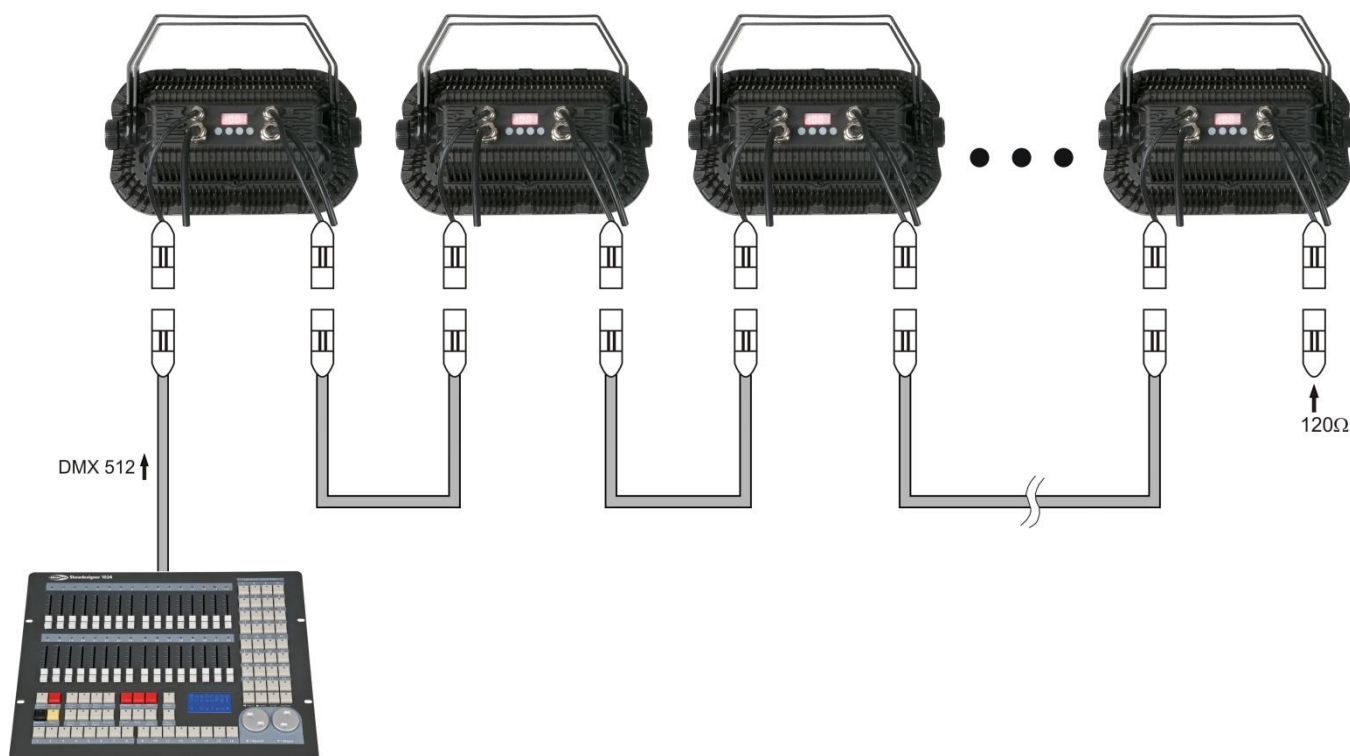

Fig. 11
- 03) Ripetere il passaggio 2 per collegare tutti i dispositivi in un collegamento a margherita come indicato nella Fig. 11.